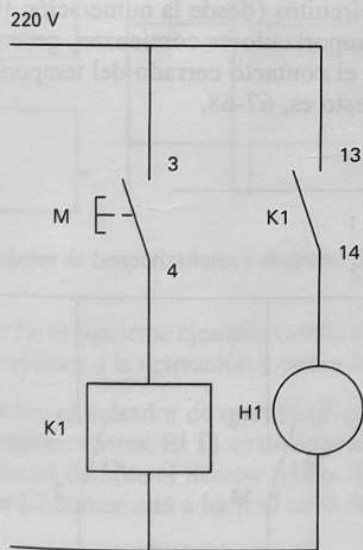

Figura 3.4. Encendido de una lámpara mediante relé.
Conectaremos la bobina a la tensión de la red (220 V o 24 V, dependiendo de la tensión de la bobina). Uno de los bornes de la bobina irá directamente a neutro, mientras que el otro pasará por un pulsador (M) (véase Figura 3.4). En la siguiente fase (segunda rama del esquema) situaremos un contacto normalmente abierto del relé (en adelante NA) y, a continuación, la lámpara; el segundo contacto de la lámpara irá a neutro. Al actuar sobre el pulsador la bobina es excitada, el contacto NA cambia de posición y la lámpara se enciende.